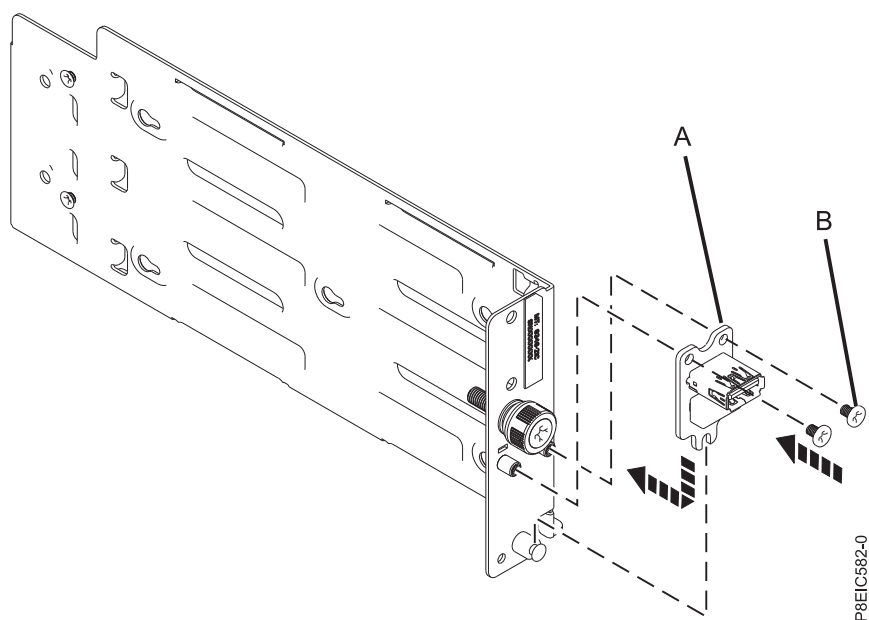

図 110. USB カードの取り替え
2. 位置合わせピンを使用して、USB カード **(A)** とケーブルを下げてホルダーに収めます。2 本のねじ **(B)** を再取り付けして、USB カードを固定します (103 ページの図 110 を参照)。